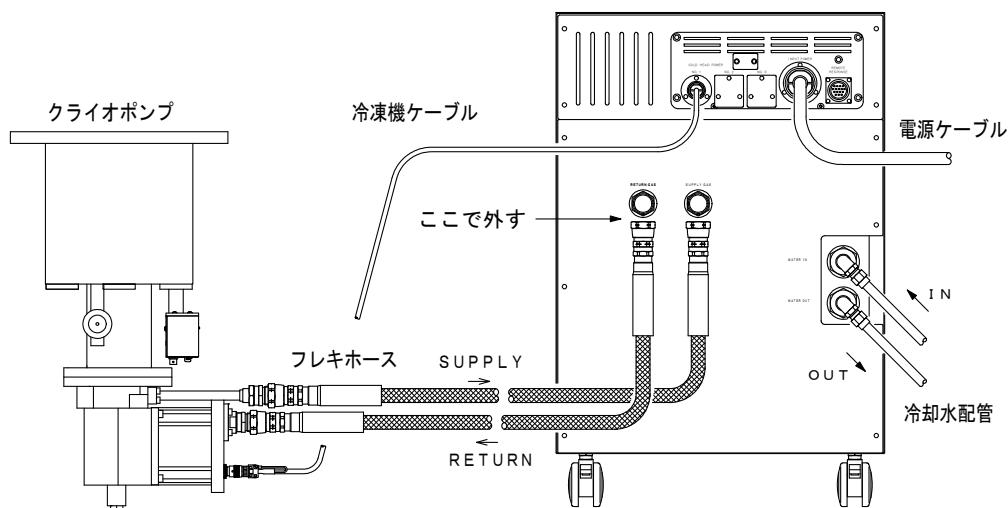

図 8-2 フレキホースの切り離し
3. 停止したらすぐに、コンプレッサユニット側 SUPPLY、RETURNのフレキホースをはずしてください（図8-2）。